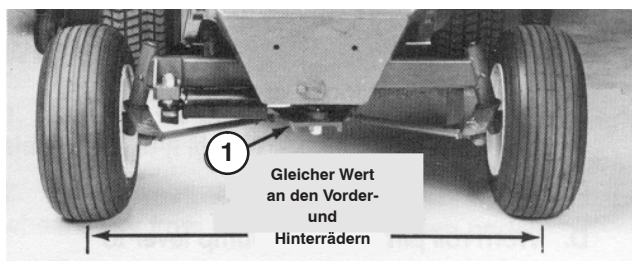

Bild 66
2. Lösen Sie die Klemmmuttern an beiden Spurstangen und stellen Sie die Stangen ein, bis der Mitte-zu-Mitte Abstand an den Vorder- und Hinterrädern gleich ist (Bild 66).